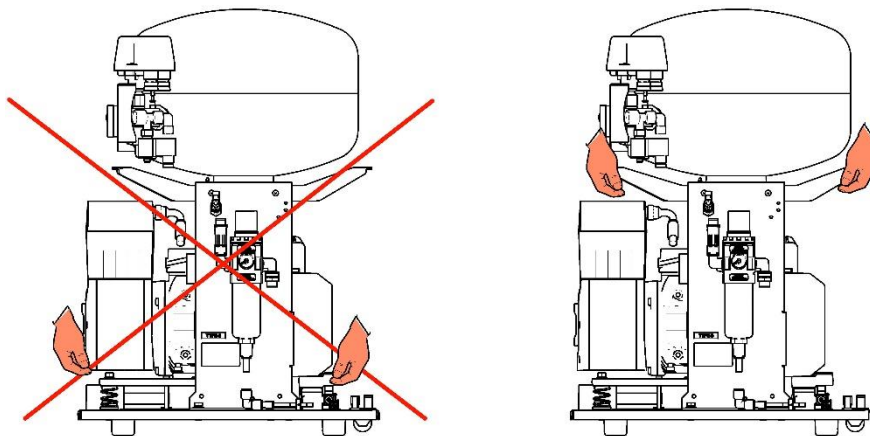

Рис. 4
- Расположите компрессор в месте будущей эксплуатации (рис. 4).